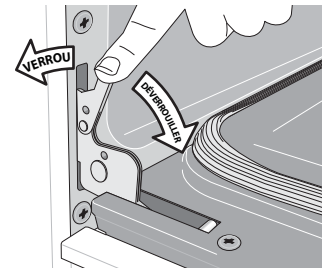

Figure 29 : Verrous des charnières de porte
2. Tirer les verrous des charnières de gauche et de droite complètement vers le bas du cadre de four, vers la porte du four (voir Figure 29). Il peut être nécessaire d'utiliser un tournevis plat.
4. Pousser les verrous de charnière vers le haut et de part et d'autre du cadre de four à la position de verrouillage (voir Figure 29).